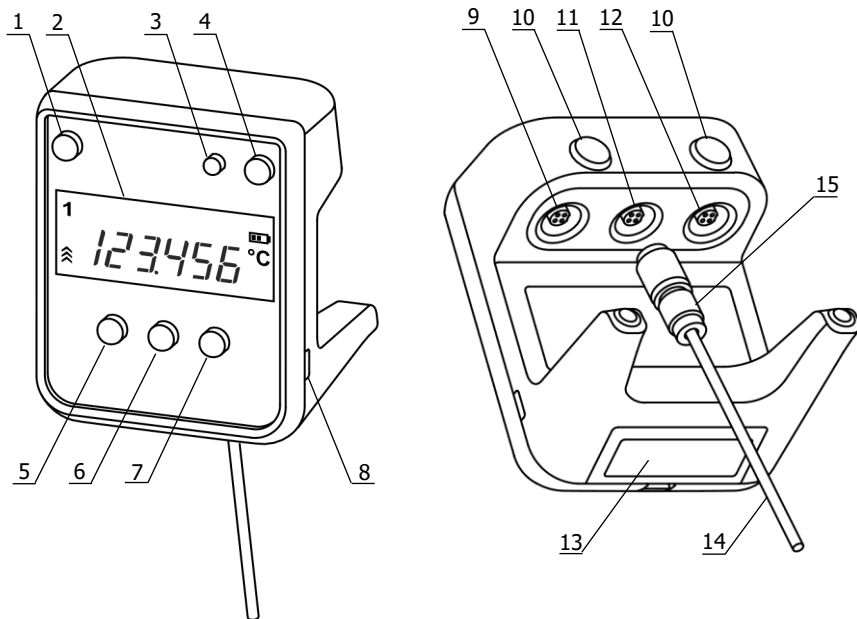
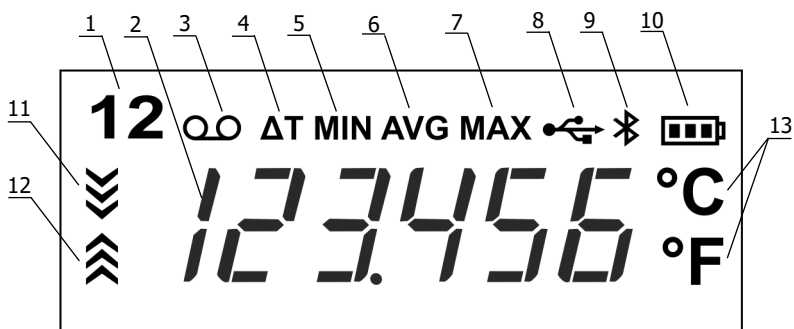

Рисунок 1 — Внешний вид термометра
Рисунок 2 — Дисплей термометра
2.2.2 Подключить датчик температуры к электронному блоку. Для этого совместить ключи на разъеме датчика 15 (рисунок 1) и ответной части разъемного соединения 11, затем вдвинуть датчик до упора и зафиксировать его при помощи резьбового соединения кожуха разъема.
2.2.3 Включить питание термометра кнопкой 4 (рисунок 1). Прибор не требует предварительного прогрева и сразу же готов к работе.
2.3.2 В случае двухканального исполнения электронного блока, переключение каналов выполняется нажатием кнопки 1 (рисунок 1). При этом загорается соответствующий индикатор канала 1 (рисунок 2).
2.3.3 Для оценки направления и скорости изменения температуры служат индикаторы 11 и 12 (рисунок 2), которые загораются при уменьшении или увеличении измеряемой температуры соответственно. Чем
2.4.2 Состояние элементов питания отображается на дисплее индикатором 10 (рисунок 2). Чем меньше "полосок" содержит символ батареи, тем сильнее разряжены элементы питания. Признаком необходимости замены элементов питания является индикатор без "полосок".
2.4.3 Для замены элементов питания открыть крышку батарейного отсека 13 (рисунок 1), извлечь старые элементы и установить новые, соблюдая полярность.
2.5.2 Для запуска/остановки записи результатов измерений в память, нажать кнопку 7 (рисунок 1). Индикатор 3 (рисунок 2) виден, когда запись результатов включена. Запись выполняется циклически.
2.6.1 При выполнении измерений термометр, начиная с момента включения, непрерывно отслеживает значения минимальной, средней и максимальной температуры датчика для каждого измерительного канала. Многократное нажатие кнопки 6 (рисунок 1) последовательно выводит на дисплей значения этих температур вместе с соответствующим индикатором 5–7 (рисунок 2).
2.6.2 Для двухканального исполнения электронного блока дополнительно имеется функция определения разности температур, измеренных датчиками первого и второго каналов. Результат работы этой функции можно вывести на дисплей нажатиями кнопки 6 (рисунок 1) до появления индикатора 4 (рисунок 2).
2.7.2 Для переключения между единицами измерения температуры нажать кнопку 5 (рисунок 1) и, удерживая ее, нажать кнопку 6.
2.8.2 Для циклического изменения количества знаков после запятой нажать кнопку 5 (рисунок 1) и, удерживая ее, нажать кнопку 7.
2.9.2 Переход в режим секундомера и обратно выполняется нажатием кнопки 1 (рисунок 1).
- включить термометр, при этом должен появиться индикатор 8 (рисунок 2);
! *Подключение термометра к компьютеру под управлением операционной системы Windows 10 может быть нестабильным (индикатор 8 (рисунок 2) мигает). Для исправления этого, необходимо подключить термометр на 30 секунд, а затем выключить питание термометра и через 10 секунд включить снова. При необходимости процедуру повторить.*
2.11.2 Включение/выключение модуля осуществляется нажатием кнопки 3 (рисунок 1). Когда модуль включен, виден индикатор 9 (рисунок 2).